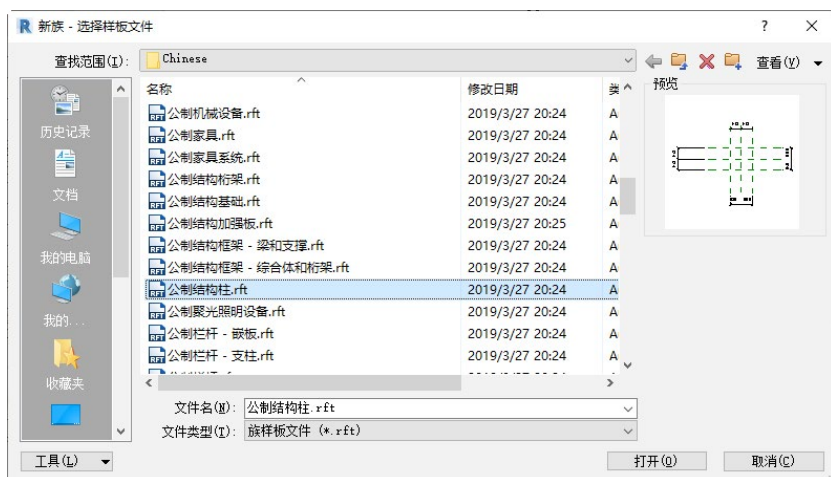
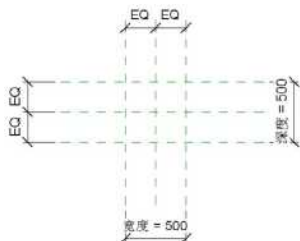

图 5-39 “新族 - 选择样板文件”对话框
图 5-40 绘制结构柱界面
(1) 在主页中单击“族”→“新建”或单击“文件”程序菜单→“新建”→“族”命令，打开“新族 - 选择样板文件”对话框，选择“公制结构柱.rft”为样板族，如图 5-39 所示，单击“打开”按钮进入族编辑器，结果如图 5-40 所示。